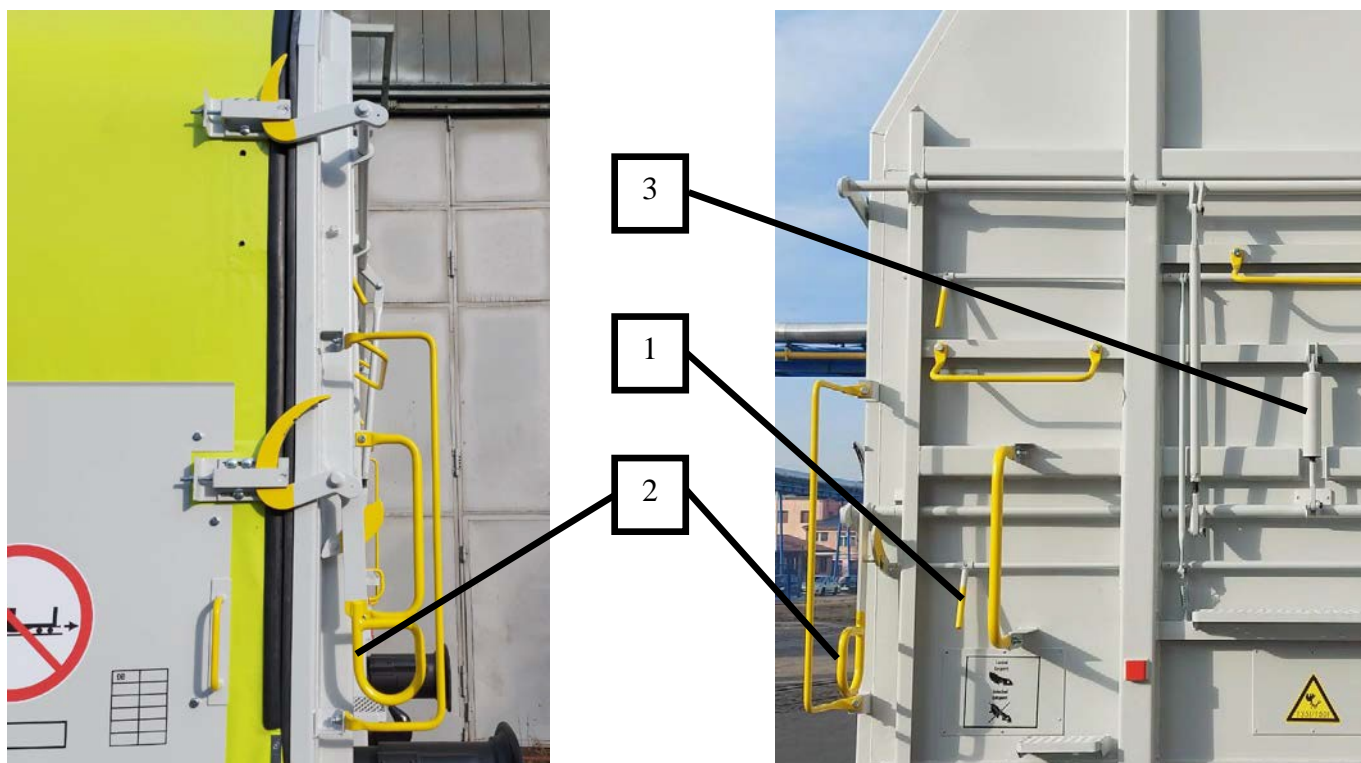

Abb. 1 Vorrichtung zum Verriegeln der Planen
Die Wagen verfügen über eine Verriegelungsvorrichtung an jeder Stirnwand. Die Verriegelungsvorrichtung wird von der Entladerampe oder auch vom Boden aus bedient. Das Ver- und Entriegeln erfolgt auf einer Seite des Wagens. Zum Entriegeln wird der kurze Hebelgriff (1) in Abbildung 1 angehoben, wodurch sich der Haupthebel aus der Verriegelungsvorrichtung (2) löst.